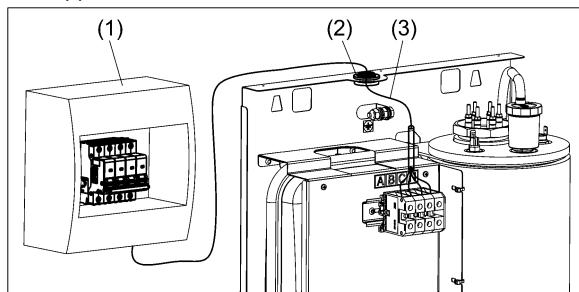

Рисунок 6. Подключение прибора к электросети
6.2.3 Подключение прибора к электрической сети осуществляется только через внешний автоматический выключатель **QF** (см. рис. 6) с номинальным током (I_{n}) указанным в таблице 2.
(1) Выполните монтаж автоматического выключателя QF в непосредственной близости от прибора и доступным для визуального обзора месте (см. рис. 6);
(2) Установите сальник входящий в комплект поставки на нижнюю стенку прибора;
(3) Выполните монтаж силового кабеля от автоматического выключателя QF к клеммным колодкам через установленный сальник.